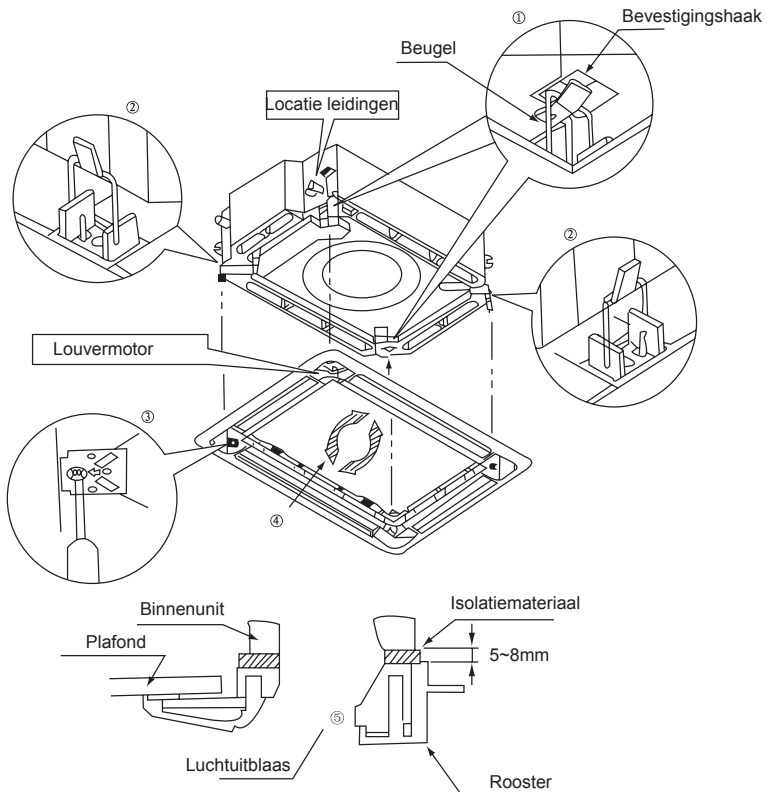

Fig. 8.12
- (1). Hang de 2 beugels, welke zich bevindt aan de zijde tegenover de louvermotor tijdelijk aan de bevestigingshaken van de binneneenheid.
- (2). Hang de overige 2 beugels tijdelijk aan de bevestigingshaken aan de zijkant van de binneneenheid. Let op dat de louvermotor niet vastraakt aan het isolatiemateriaal.
- (3). Schroef de kruiskopschroeven beneden de beugels ongeveer 15 mm aan. (Het rooster zal omhoog gaan).
- (4). Pas de locatie van het rooster aan volgens de pijlen in Fig.8.12 zodat de opening in het plafond volledig gesloten wordt.
- (5). Maak de schroeven vast, totdat de dikte van het isolatiemateriaal tussen het rooster en de binneneenheid beperkt is tot circa 5 tot 8 mm.